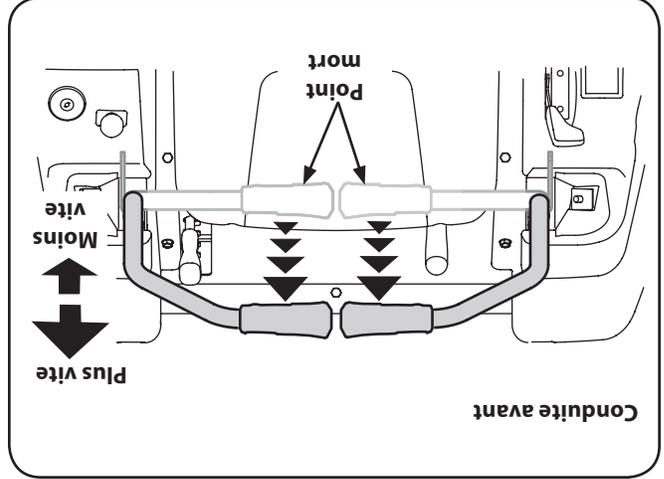

Figure 5-3
1. Déplacez les deux leviers de direction lentement et en douceur vers l'avant. Le tracteur commencera à avancer. Voir la Figure 5-3.
Pour tourner le tracteur en avançant, déplacez les leviers de direction selon le besoin, en poussant un levier et en tirant sur l'autre. Le tracteur dans la direction du levier qui est tiré vers l'arrière. Voir la Figure 5-3.